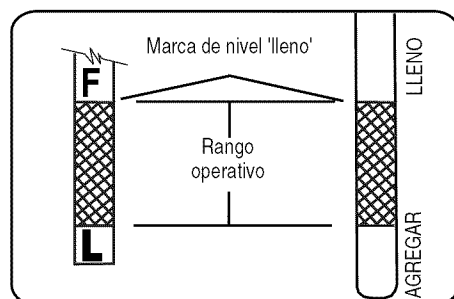

Figura 16
- Retire la varilla para inspeccionar el nivel de aceite. El nivel de aceite debería llegar, pero no sobrepasar la marca de LLENO en la varilla de medición. Vea la Figura 16.